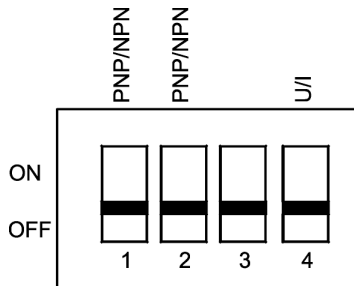

Рисунок 5.7 – Переключатели «S-200 (1-4)»
5.2.5.3 Переключатели «S-200 (1-4)» (см. рисунок 5.7) выполняют следующие настройки: